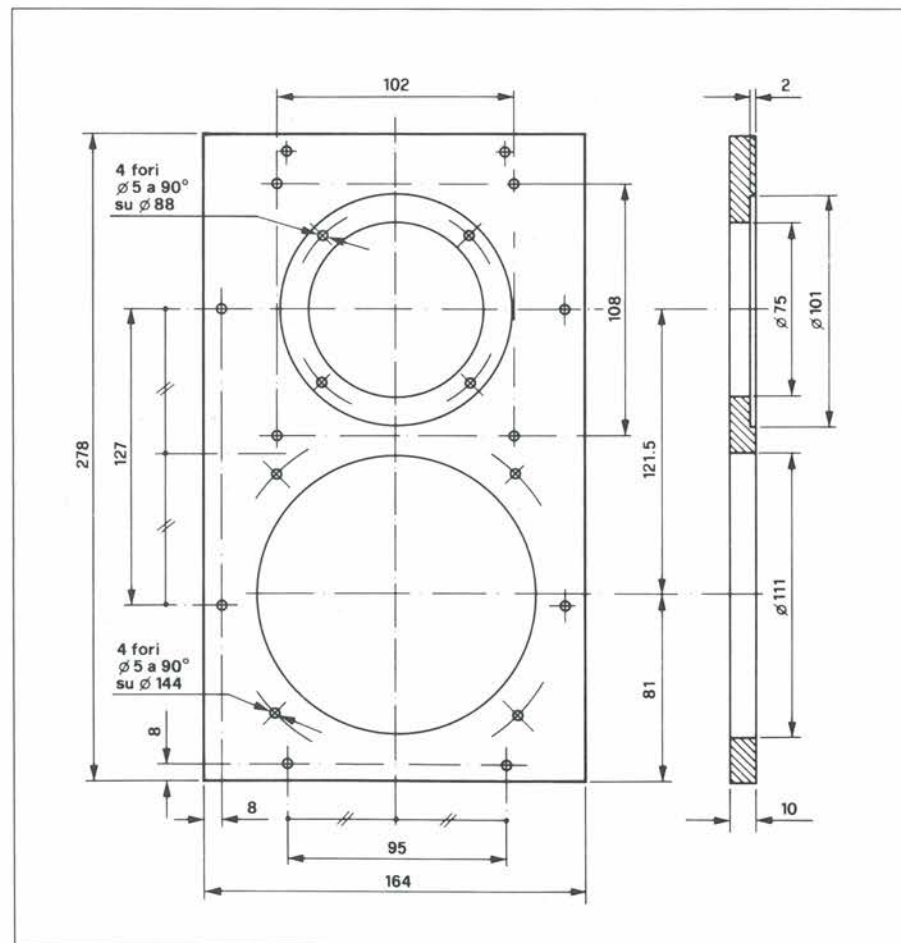

Fig. 5. Dettaglio del fronte.
- 2 - Forare il fronte (Fig. 5). È questo il pezzo più critico. Notare lo scalino di incasso del tweeter.